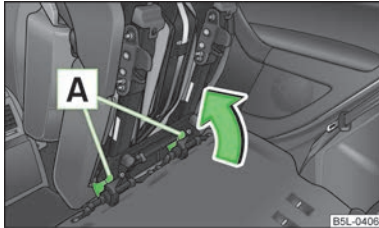

Fig. 53
- Blocați scaunul la capătul ghidajului prin apăsarea elementelor de blocare **A** în sensul săgeții » fig. 53.
- Dacă scaunul este demontat, acesta trebuie așezat mai întâi în ghidaje și apoi blocat » fig. 53 la pagina 62. Trăgând în sus de scaun, asigurați-vă că acesta este blocat corespunzător.